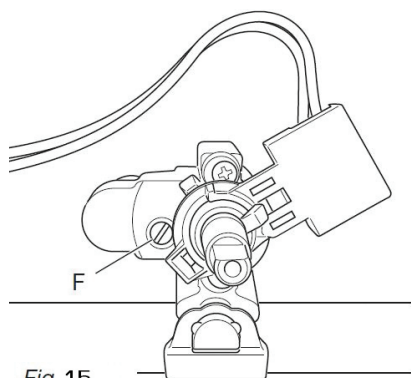

Fig.15
3. **Pour le G20 et G25**, serrez la vis de réglage du ralenti à fond à l'aide d'un petit tournevis puis, procédez au réglage en desserrant délicatement la vis **F** (fig. 15) jusqu'à l'obtention d'un ralenti correct : la flamme doit être d'une hauteur minimum d'environ 2 mm. **Pour le G30 et G31, la vis doit être serrée au maximum.**